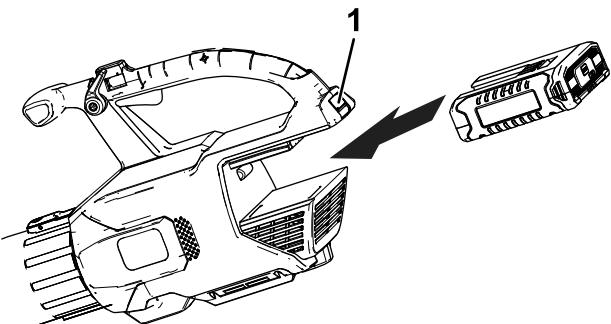

Bild 3
- Fluchten Sie das Loch im Akkupack mit der Zunge im Holmgehäuse aus, fassen Sie den Holm an und drücken Sie das Akkupack in den Holm, bis der Riegel einrastet (**Bild 3**).